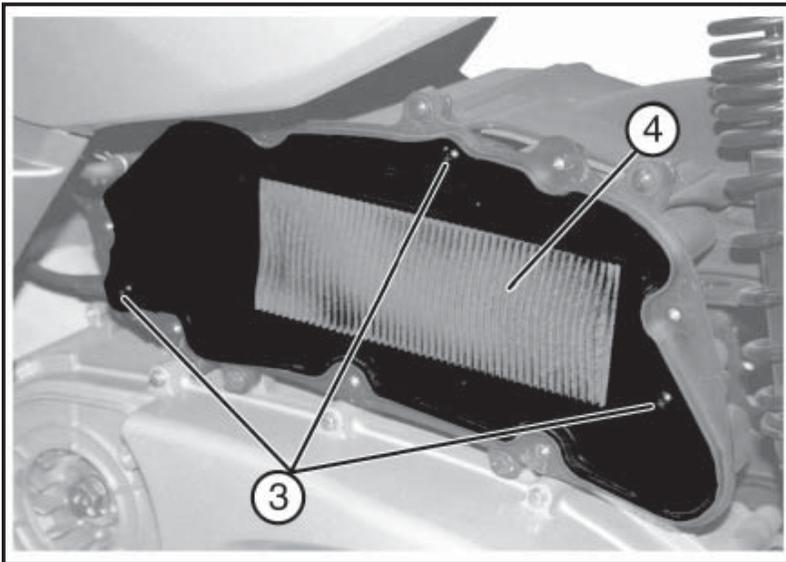

Fig. 01
- Svitare le tre viti «3 - Fig. 01».
- Rimuovere l'elemento filtrante «4 - Fig. 01».